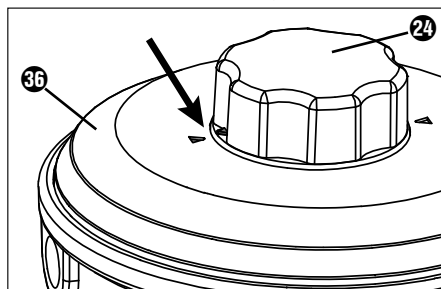

Fig. 1
- 1) Sørg for, at de to pile på låget 36 og på drejknappen 24 på trådspolen 23 vender mod hinanden (se fig. 1).